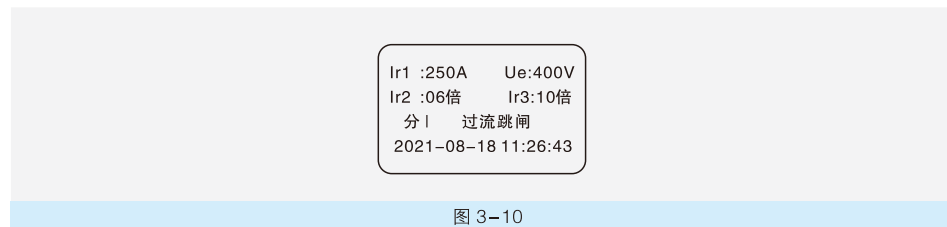

图 3-10
9.4.3 过流跳闸。当前任意相电流值超过额定电流值的1.3倍时, 经一定时间后断路器分闸, 分闸信息如图3-10所示。